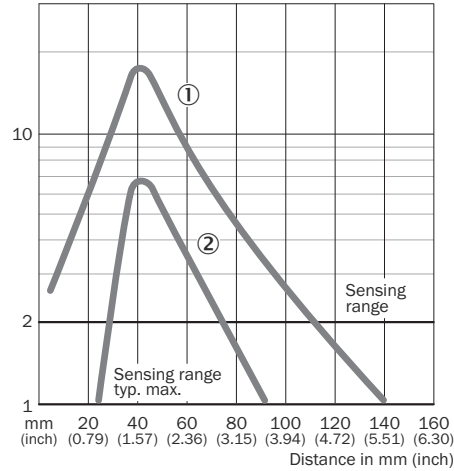

Рисунок 3: VTF180-2, осевой тип конструкции
Проверка условий эксплуатации: сравните дистанцию между датчиком и фоном, минимальную высоту объекта, а также отражательную способность фона и объекта с соответствующей схемой (см. рисунок 3, страница 149) ( $x$  = расстояние срабатывания,  $y$  = минимальная высота объекта). Коэффициент диффузного отражения: 18 % = серый ②, 90 % = белый ① (относительно стандартного белого по DIN 5033).